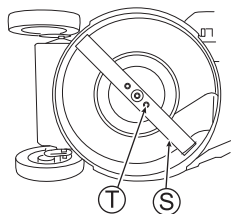

Fig. 34
2. Se a lâmina (S) ou os parafusos de fixação da lâmina (T) estiverem "desgastados", "quebrados" ou "deformados", instale uma peça nova especificada pelo fabricante.
3. Verifique se os parafusos de fixação da lâmina (T) estão apertados com o torque especificado. (Veja a fig. 34)
2. Aperte manualmente os parafusos de fixação da lâmina (T).
4. Verifique se os parafusos de fixação da lâmina (T) estão apertados com o torque especificado. (Veja a fig. 34)